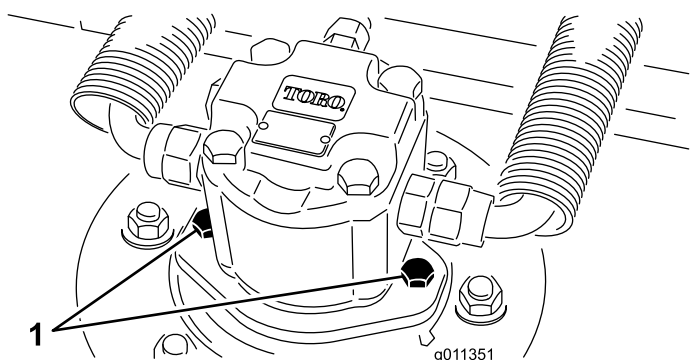

Рисунок 71
2. Отсоедините и снимите гидромотор с режущего блока (Рисунок 71). Накройте верхнюю часть шпинделя для предотвращения загрязнения.
4. Установите гидроцилиндр на деку (Рисунок 71). Убедитесь, что уплотнительное кольцо находится в штатном положении и не повреждено.